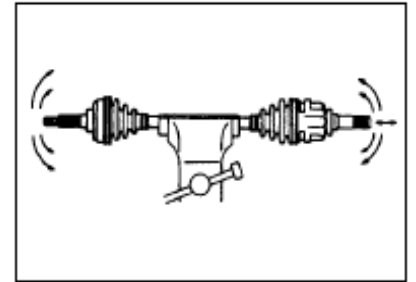

Рис. 126
14. Проверьте левый приводной вал (рис. 126)